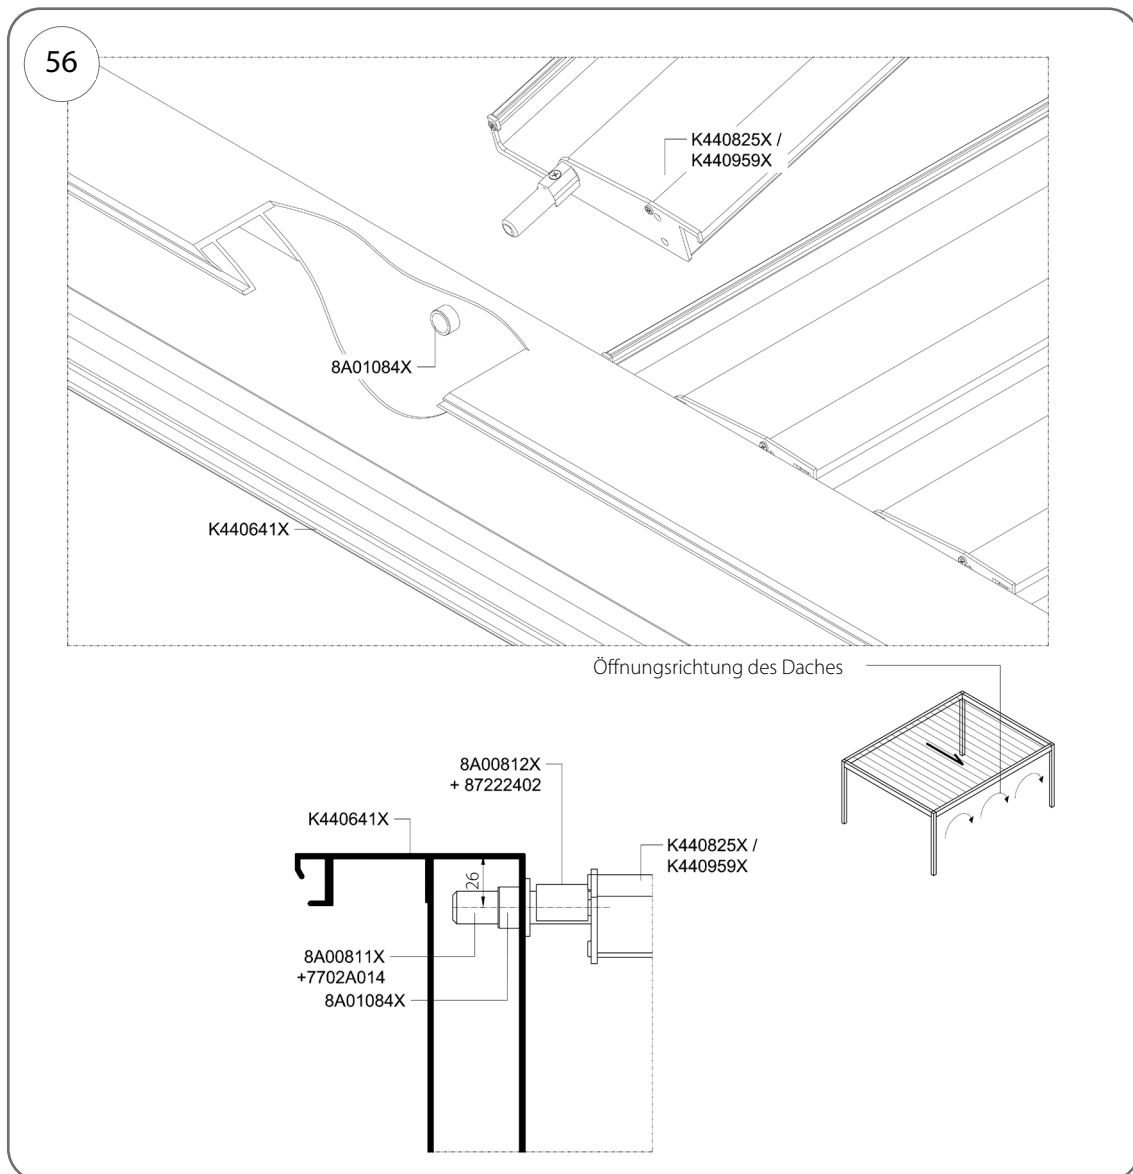

Abb. 56
1. Die Lamellenachse schräg in die Buchse 8A01084X einschieben (Abb. 56).